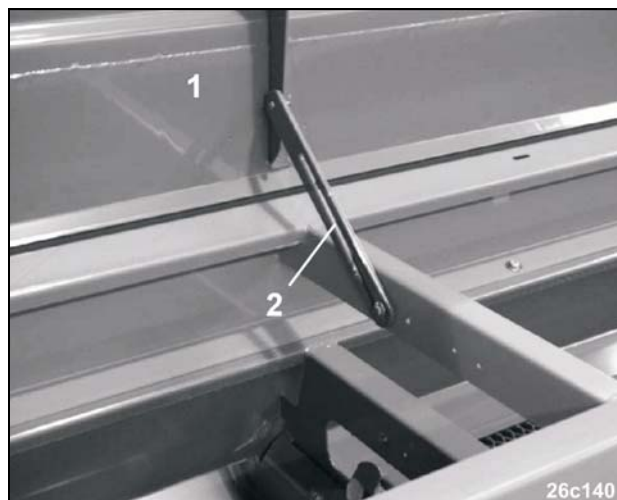

Fig. 145
- Deksel van de voorraadbak (Fig. 145/1) openen en in geopende stand vastzetten (zie Fig. 145).
- Om het deksel te sluiten, de vergrendeling (Fig. 145/2) met de ene hand losmaken en met de andere hand de klep sluiten.